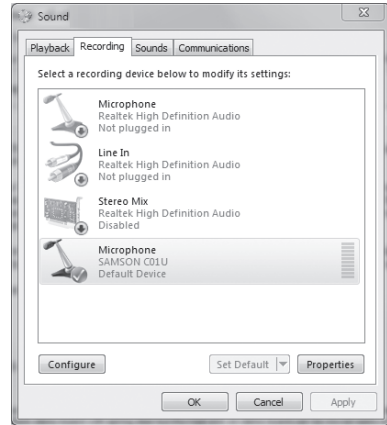

Figure 1
3. Pour sélectionner le Samson C01U comme le périphérique d'enregistrement par défaut, ou pour modifier ses réglages, cliquez sur *Démarrer*, puis sur *Panneau de configuration*, puis sur *Son*. Dans l'onglet *Enregistrement*, sélectionnez le SAMSON C01U dans les menus et utilisez le bouton *Par défaut* (figure 1).